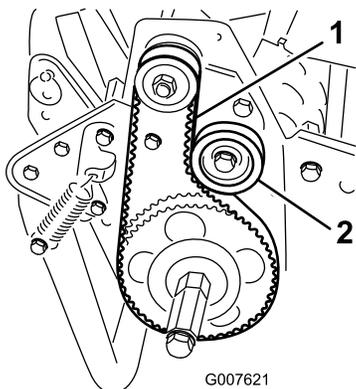

Figura 31
2. Verifique a tensão pressionando a correia a meio curso entre as polias (Figura 31) com uma força de 1,8 a 2,3 kg. A correia deverá flectir-se 6 mm.
A. Desaperte a porca de montagem da polia intermédia e incline-a para o lado de trás da correia até que obtenha a tensão desejada da correia (Figura 31).